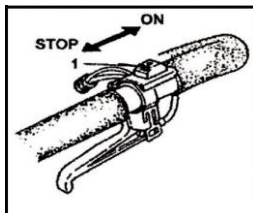

Рис.3
1. Установить выключатель зажигания (1) в положение ON или START (Рис.3).